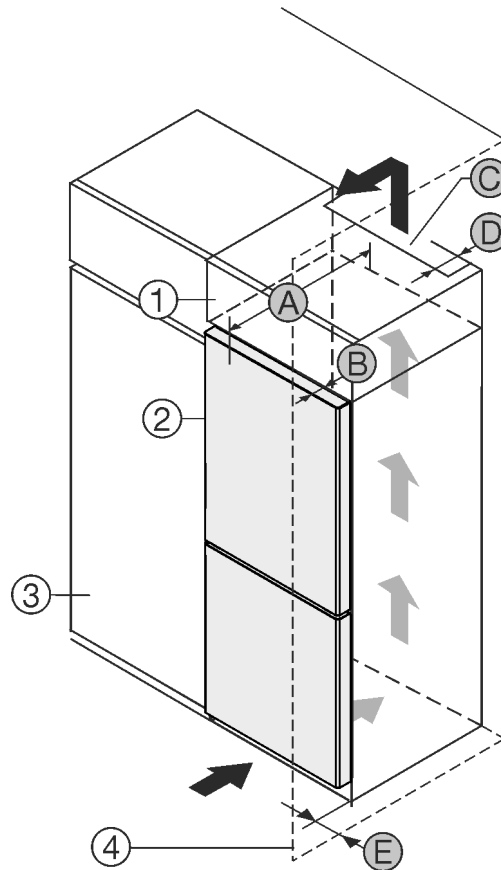

Fig. 1
Sie können das Gerät direkt neben dem Küchenschrank Fig. 1 (3) aufstellen.
An der Rückseite des Aufsatzschrankes muss ein Abluftschacht mit der Tiefe Fig. 1 (D) über die gesamte Aufsatzschrankbreite vorhanden sein.
Unter der Raumdecke muss der Entlüftungsquerschnitt Fig. 1 (C) eingehalten werden.
Wenn Sie das Gerät mit den Scharnieren neben einer Wand Fig. 1 (4) aufstellen, dann muss der Abstand zwischen Gerät und Wand mindestens 13 mm betragen.
Wenn Sie das Gerät mit den Scharnieren neben einer Wand Fig. 1 (4) aufstellen, dann muss der Abstand zwischen Gerät und Wand mindestens 20 mm betragen.
Damit Sie die Tür vollständig öffnen können, muss das Gerät um die Türtiefe Fig. 1 (B) gegenüber der Küchenschrankfront vorstehen. Abhängig von der Tiefe der Küchenschränke Fig. 1 (3) und Verwendung von Wandabstandshaltern kann das Gerät weiter herausragen.